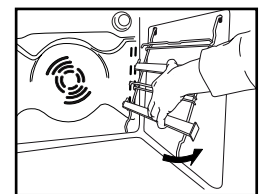

Fig. 4
4. Montera tillbaka stegarna i ugnen (fig. 4).